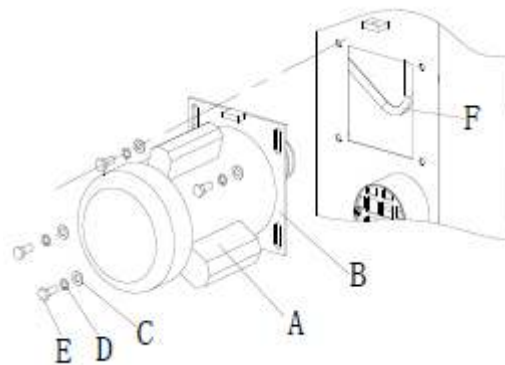

Рис. 5
Сначала двигатель (А) крепится к фланцу двигателя (В) болтами с шестигранной головкой (Е), пружинных шайб (D) и плоских шайб (С), затем они крепятся на раме с помощью болтов с шестигранной головкой, пружинных и плоских шайб. Затем натянуть клиновидный ремень с помощью веса двигателя, затем затянуть болты, см. рис. 5.